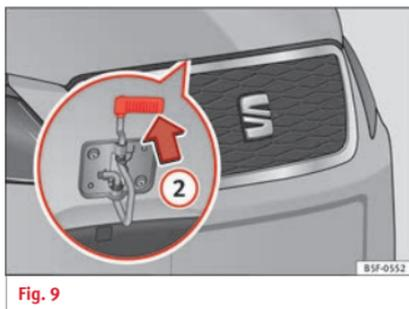

Fig. 9
- Levante el capó. Haga presión hacia arriba sobre el saliente situado debajo del capó »» fig. 9 ②. El gancho de sujeción queda desbloqueado.